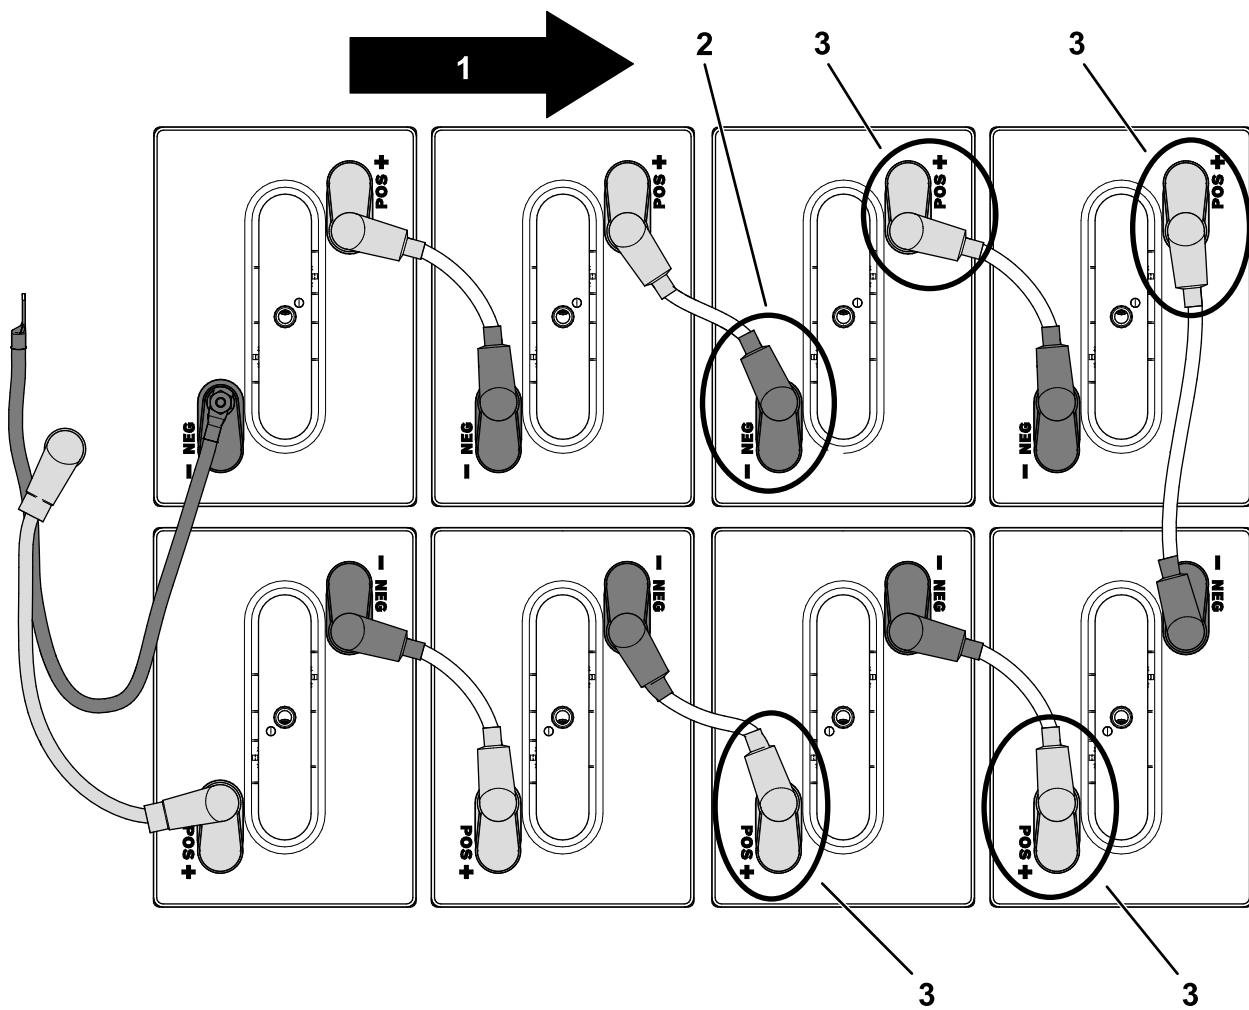

Figura 58
- 3. Desligue o terminal positivo (+) nas quatro baterias frontais no tabuleiro de baterias dianteiro (Figura 58).
- 4. Desligue o terminal negativo (-) como se mostra na Figura 58.
- 5. Retire as quatro baterias frontais (Figura 58).